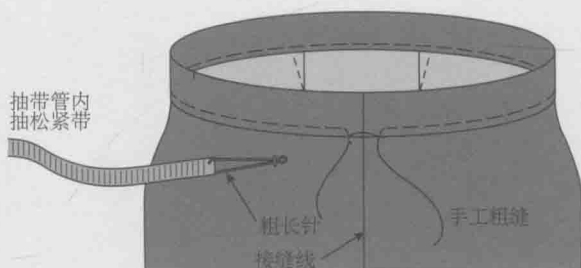

图 1.11A 用粗长针穿松紧带后车缝明线
5. 将加放量翻下, 将毛边折光1cm用作抽带管, 并将其用手工粗缝固定, 如图1.11A所示。
8. 沿腰围线车缝, 并留5cm宽开口(如图1.11A所示)。
9. 用粗长针将松紧带穿过开口(如图1.11A所示)。